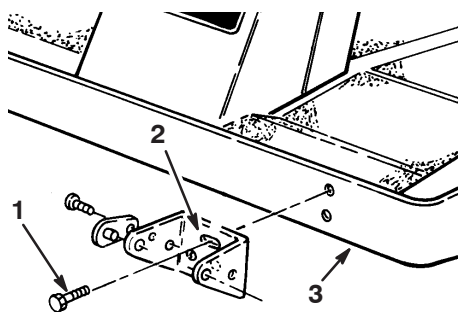

Figure 10
4. Pour monter les supports de montage, insérez 2 vis à collerette (3/8 x 1 pouce) dans les fentes de support. Vissez les vis dans les écrous captifs du châssis et serrez-les à 61–68 Nm (Fig. 10).